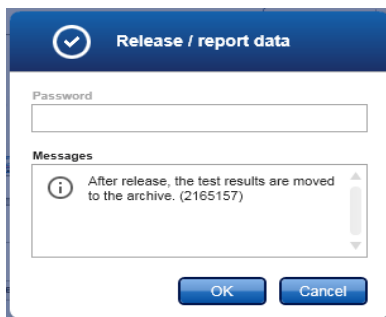

Abbildung 19. Dialogfeld „Release / report data“ (Daten freigeben/berichten).
18. Klicken Sie auf **OK**, um das Experiment im Archiv zu speichern und eine LIMS-Ausgabe sowie einen Laufbericht zu erstellen (Abbildung 19). Laufberichte und LIMS-Exporte werden im Standardverzeichnis für Berichte gespeichert. Das Standardverzeichnis befindet sich in den Datenexportverzeichnissen auf der Registerkarte „Configuration“.